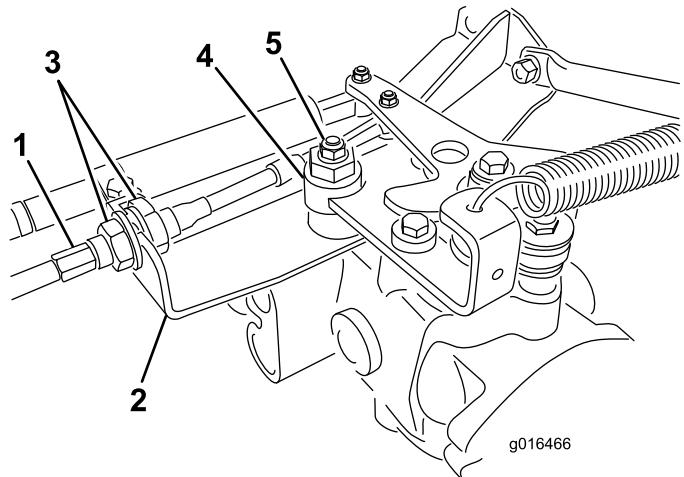

Bild 43
- A. Lösen Sie beide Klemmmuttern, mit denen der Fahrantrebs-Bowdenzug an der Trennwand am Hydrostat befestigt ist (Bild 43). Achten Sie darauf, dass die Klemmmuttern gleichmäßig gelockert sind und eine ausreichende Einstellung ermöglichen.
- B. Lösen Sie die Mutter, mit der der Exzenter oben am Hydrostat befestigt ist (Bild 43).
- D. Drehen Sie den Exzenter, bis kein Kriechen in jeder Richtung auftritt. Ziehen Sie die Schraube fest, wenn sich das Rad nicht mehr dreht, um den Exzenter und die Einstellung zu arretieren (**Bild 43**). Überprüfen Sie die Einstellung, wenn die Gasbedienung in der LANGSAM- und SCHNELL-Stellung ist.
- E. Ziehen Sie die Sicherungsmuttern, mit denen der Bowdenzug an der Trennwand befestigt ist, **gleichmäßig** von der Innenseite der Trennwand fest (**Bild 43**). Verdrehen Sie nicht den Bowdenzug.